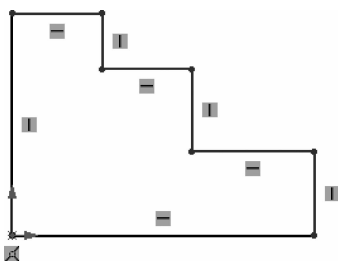

图 1-25 阶梯台零件模型草图(绘制基本图形)
(1) 单击【新建】按钮,在打开的【新建 SOLIDWORKS 文件】对话框中双击【零件】图标。
(2) 在【特征管理器设计树】选项卡中选择【前视基准面】,单击【草图】按钮,进入草图绘制模式。
(3) 大致绘制草图。单击【直线】按钮,绘制基本图形,如图 1-25 所示。